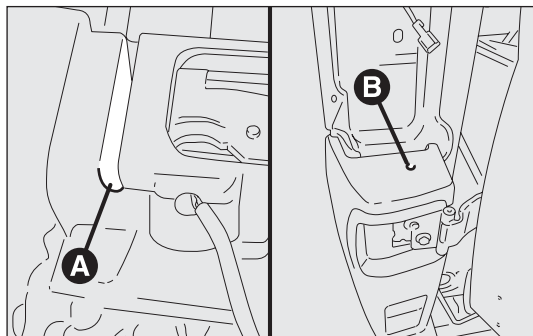

рис. 193
- отвинтите нижнее крепление А между центральным и боковым бампером – рис. 193;